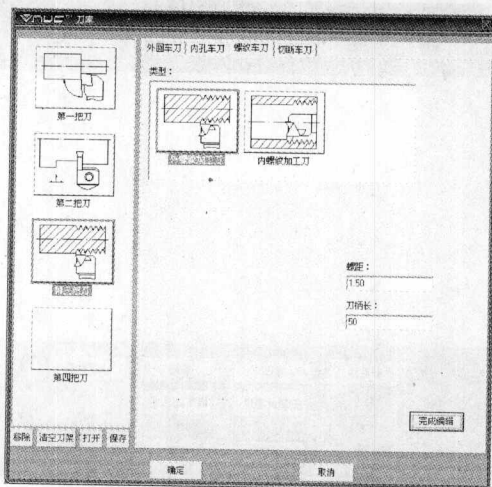

图1-15 外螺纹加工刀的设置
(4) 在左边栏选中“第三把刀”,设置为“螺纹车刀”,在“类型”栏选择“外螺纹加工刀”,“螺距”设置为“1.50”,其余设置按默认值。单击“完成编辑”,结束第三把刀的设置,如图1-15所示。